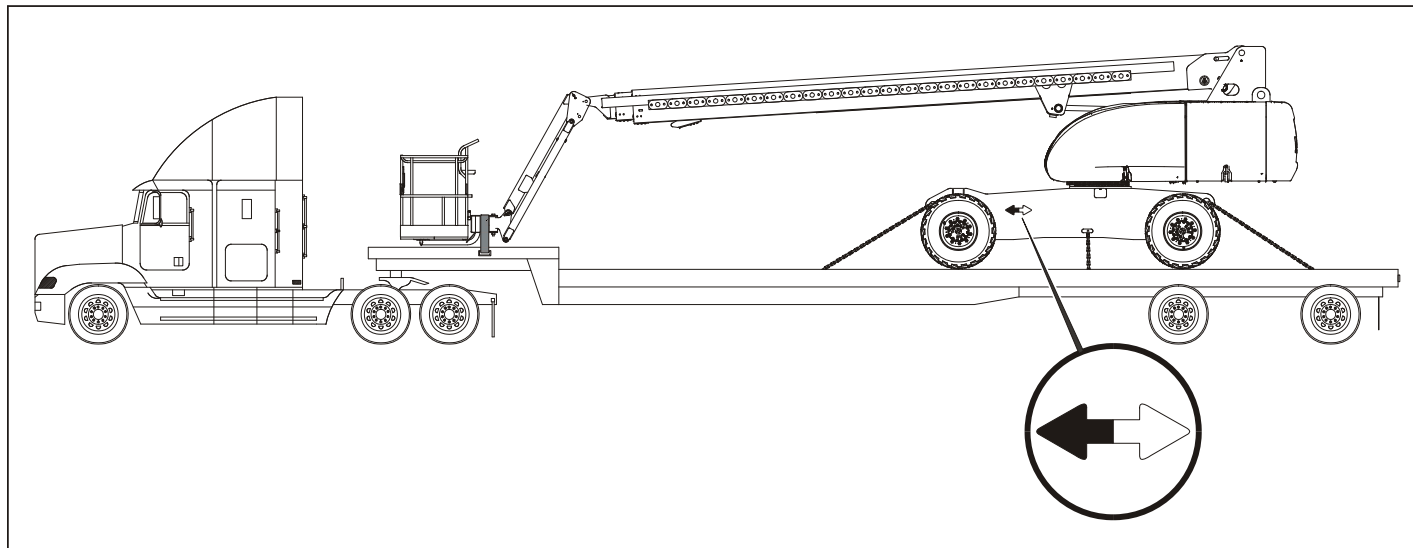

Abbildung 4-5. Typischer Transport eines Modells 800S/860SJ
- c. Die Maschine so auf den Anhänger fahren, dass Ausleger und Arbeitskorb zum Lkw hin weisen. Siehe Abbildung 4-5., Typischer Transport eines Modells 800S/860SJ.